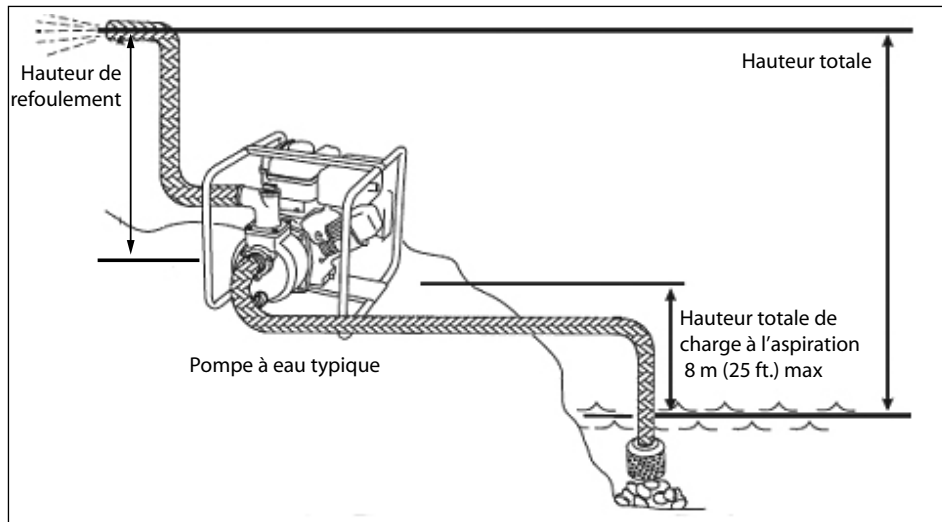

FIGURE 1
- a) **EMPLACEMENT** : En cas d'installation permanente placer la pompe dans un endroit propre, sec et aéré. **La longueur de la conduite d'aspiration doit être réduite au minimum afin de permettre un débit maximum.** Conserver le conduit d'alimentation aussi court que possible permettra à la pompe de fonctionner à sa performance maximale et d'assurer que le carter ne devient pas surchauffé en raison de l'absence de l'eau (Figure 1).